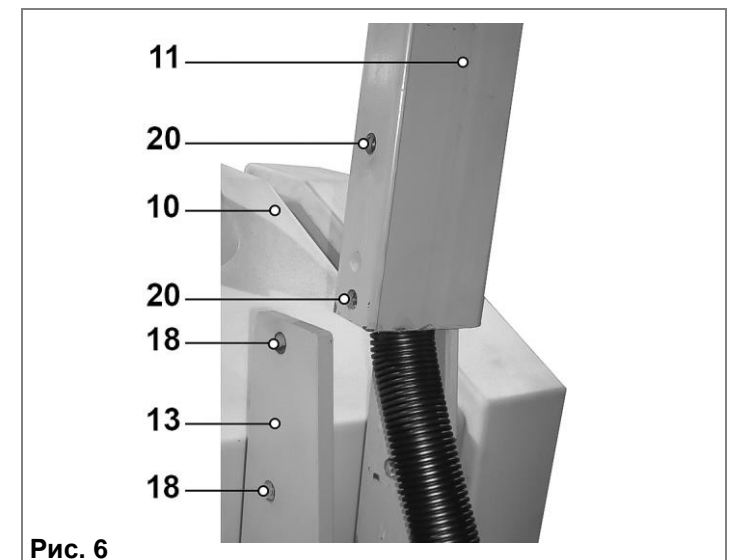

Рис. 6
7.1.2. Совместите отверстия (18) кронштейна (13) расположенного сзади бака для воды (10) с отверстиями (20) рукоятки управления (11) (Рис. 6).